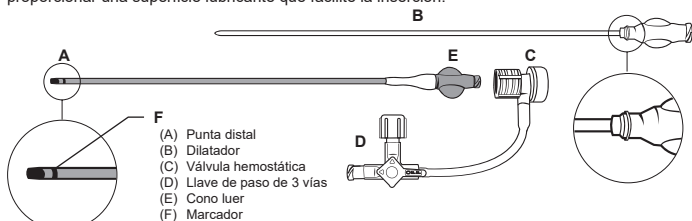
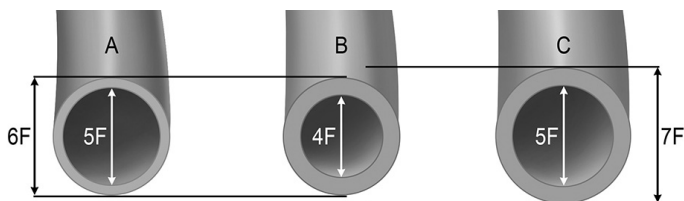

Figura 1
Figura 2: Diseño de paredes finas (A) de 5 F del HALO ONE™ en relación con una vaina estándar de 4 F (B) y de 5 F (C)
La vaina guía de paredes finas HALO ONE™ consta de una vaina de paredes finas (reducción de hasta 1 F en el diámetro externo en comparación con vainas estándar de French equivalente) formada por un tubo trenzado con una sola luz y equipada con un cono luer hembra en el extremo proximal y una punta distal atraumática conformada (A) (Figura 1). El diseño de paredes finas reduce el grosor de la pared de la vaina, lo que permite facilitar el acceso intravascular desde los sitios de acceso, por ejemplo acceso radial, femoral, poplíteo, tibial y pedio. (Figura 2).